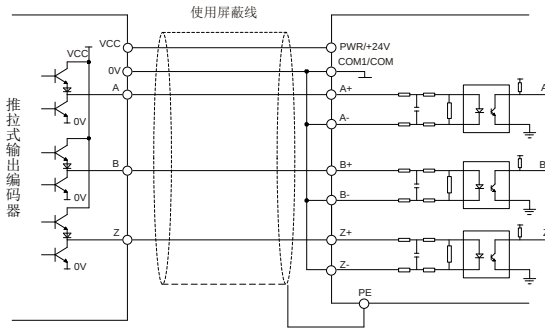

图 7-2 推拉式输出方式接线 2
- 2、若“输出电流”中的“流入电流”小于 25mA，“流出电流”大于 25mA，请采用图 7-2；